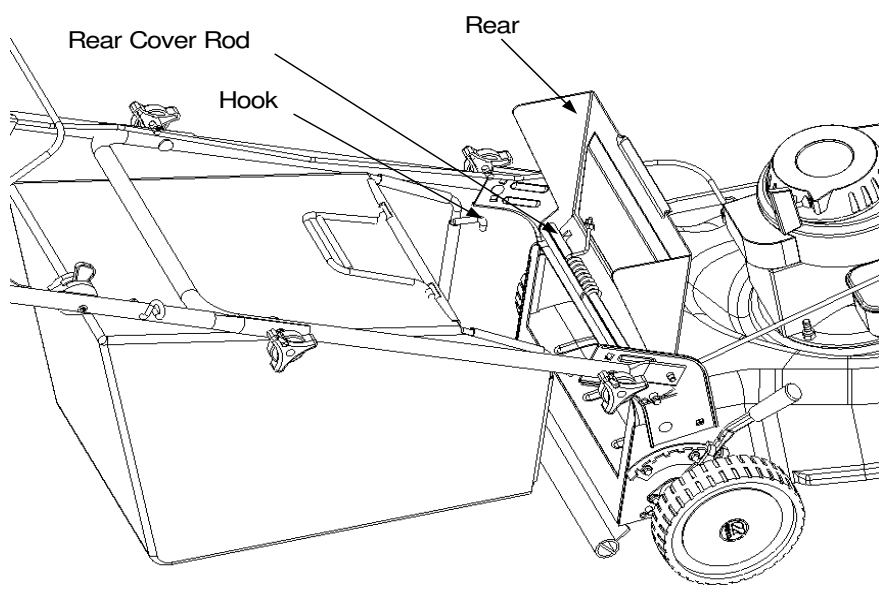

рис. 8
### Травосборник (см. Рис. 8)
**Обслуживание воздушного фильтра** (см. рис. 8 для двигателя 6,0 л.с.) Заменить, если фильтр загрязнен или поврежден.
## Обслуживание свечи зажигания (см. рис. 8 или 9)